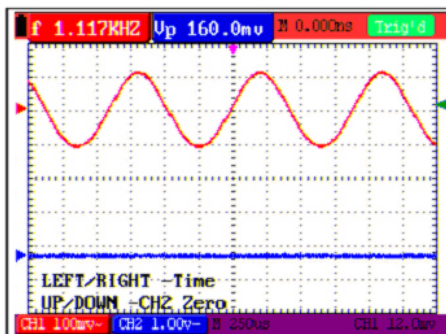

Figura 7.- Posición de punto cero del Canal 2.
7. Pulse “OSC OPTION” de nuevo. El siguiente texto aparecerá en la esquina inferior izquierda de la pantalla, como se muestra en la figura 7: